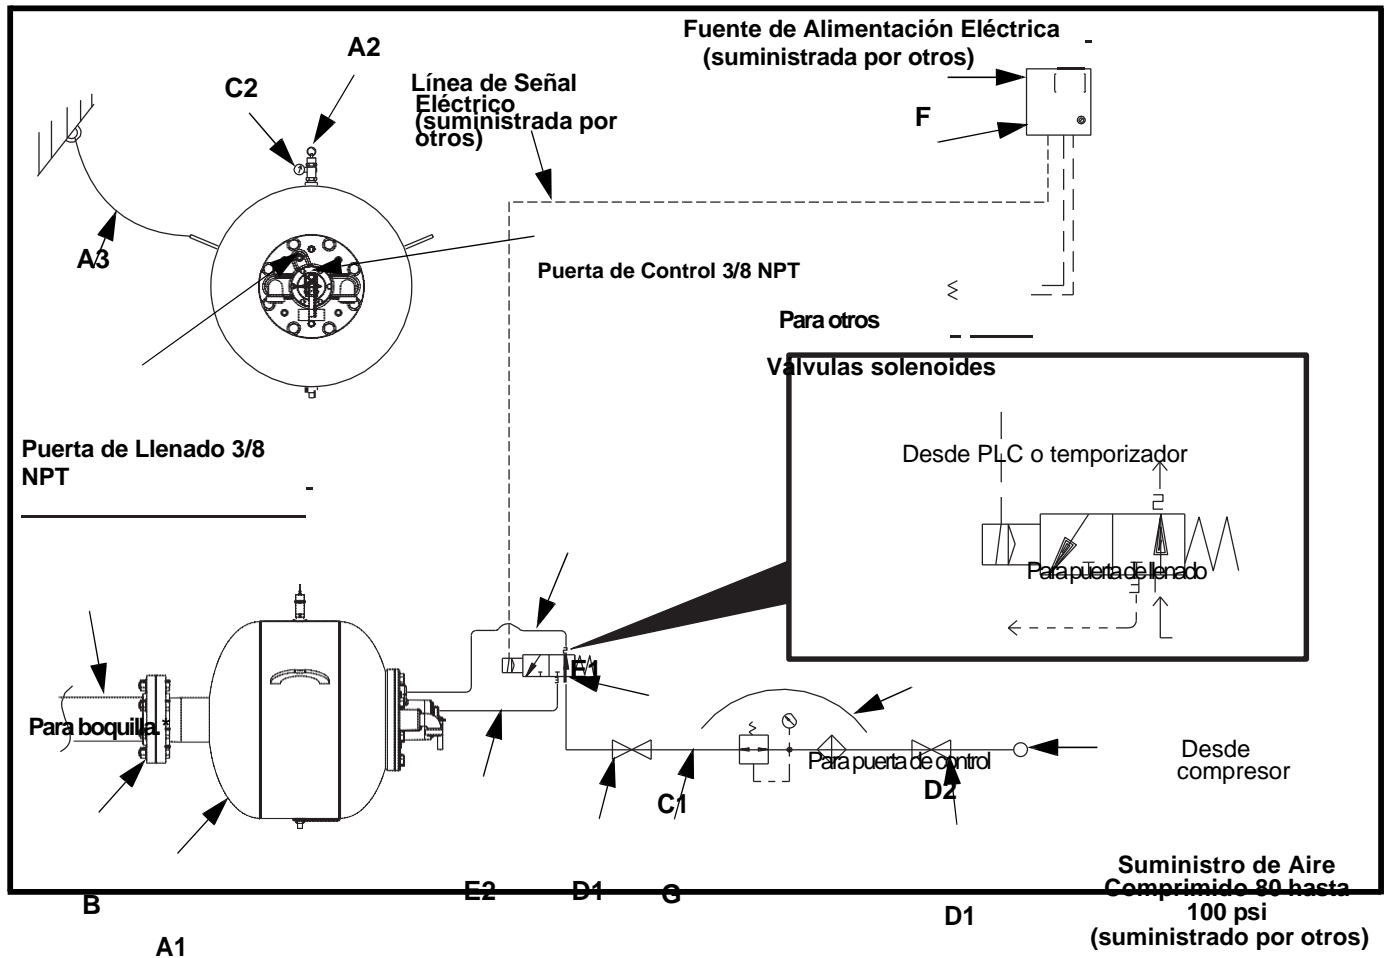

Figura 16. Detalle de la Tubería para Válvula Solenoide Normalmente Abierta
3. Retire el tornillo sextavado empotrado del orificio de llenado de la válvula. Véase la Figura 16 o 17.
- a. Si se utiliza una válvula solenoide normalmente abierta, conecte el orificio de salida de la válvula solenoide eléctrico de 3 vías (2) al orificio de llenado de la válvula de escape. Véase la Figura 16.